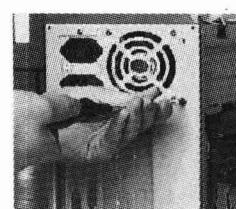

图 1.17 安装电源
(1) 安装电源。首先要确定好电源放入机箱的位置及方向。如果方向不正确，就无法拧紧螺钉。把电源按照确定的方向装入机箱，电源螺孔与机箱的螺孔对应，用螺丝刀将它们拧紧即可，如图 1.17 所示。